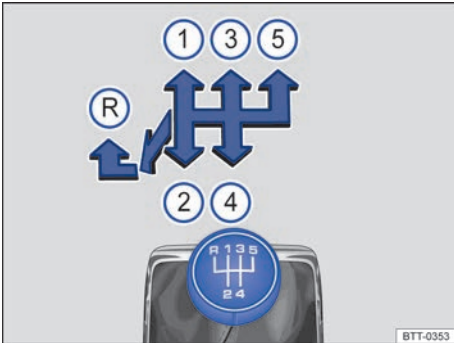

Fig. 86 Esquema de cambio de marchas de la transmisión manual de 5 marchas.
Las posiciones de cada marcha están representadas en la palanca de cambios → fig. 86.
- Empujar la palanca de cambios totalmente hacia la izquierda y después hacia adelante hasta la posición de la marcha atrás → fig. 86 ⓘ.